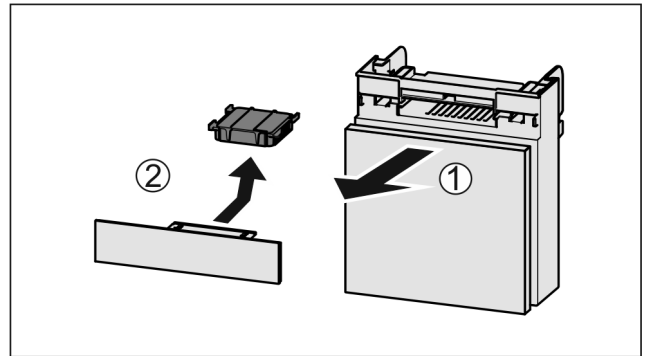

Fig. 66
- ▶ Вытянуть Fig. 66 (1) отделение движением вперед.
- ▶ Извлечение Fig. 66 (2) фильтра с активированным углем.